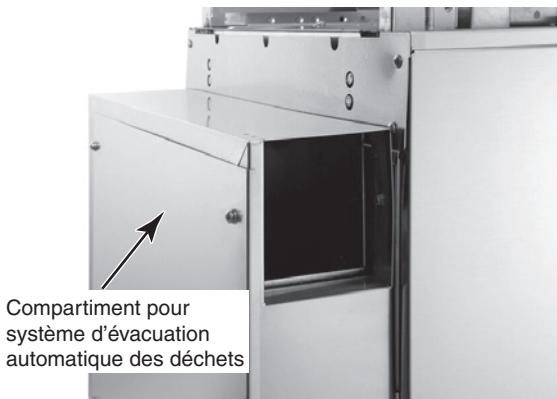
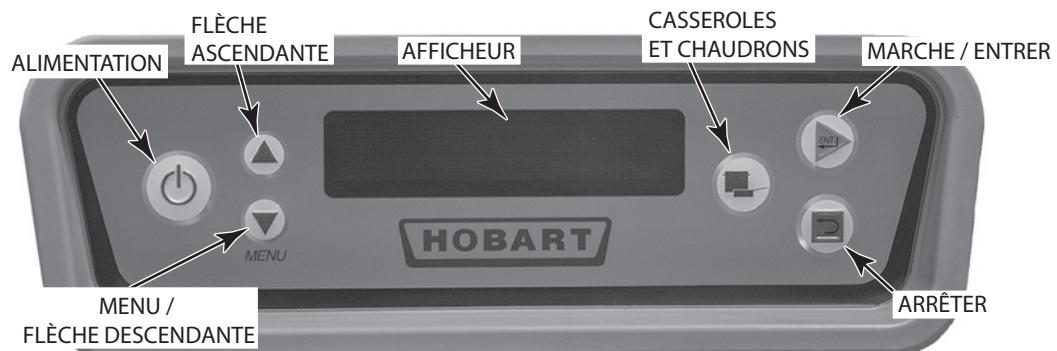

Fig. 32
Fig. 33
13. Sur les modèles CLeNADV, arroser le récepteur du système d'évacuation automatique des déchets pour éliminer les salissures ou les résidus alimentaires (Fig. 33). Laver entièrement l'intérieur du compartiment du système d'évacuation automatique des déchets situé à l'entrée de l'appareil (Fig. 32) à l'aide d'un tuyau flexible muni d'un arrosoir à gâchette. Enlever les salissures restantes avec un chiffon ou une brosse souple et un nettoyant doux. Rincer de nouveau à l'aide de l'arrosoir à gâchette. Ne pas laisser les résidus alimentaires s'accumuler au fond et/ou sur les côtés du compartiment du système d'évacuation.
La programmation s'effectue à l'aide de menus apparaissant à l'écran et des touches Flèche ascendante, MENU / Flèche descendante et MARCHE du clavier du poste de commande monté sur le dessus du lave-vaisselle (Fig. 33).